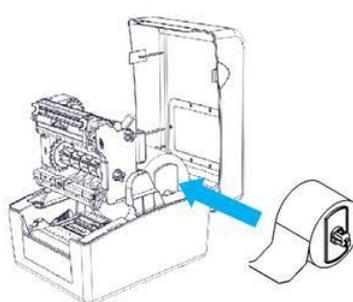

Рис. 2.2.5
- 4) Поместите рулон с материалом, установленный на держатель рулона, в отсек для материала, вытащите передний конец материала и выровняйте его в канале печати, затем пропустите материал под вал буфера и зажмите левым и правым блоками материала (см. рис. 2.2.5).